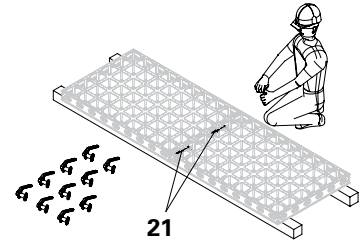

Fig. B1.01a
2. Appoggiare due pannelli con il pannello di rivestimento rivolto verso il basso e unirli lungo il giunto corto con il connettore DUO (21). (Fig. B1.01a)